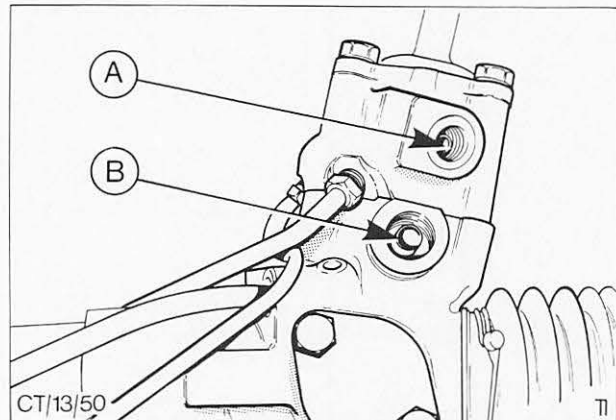

Abb. 20 Anordnungen der Leitungen
17. Blindstopfen entfernen und Druckleitung sowie Rücklaufleitung anschließen, Abb. 20.